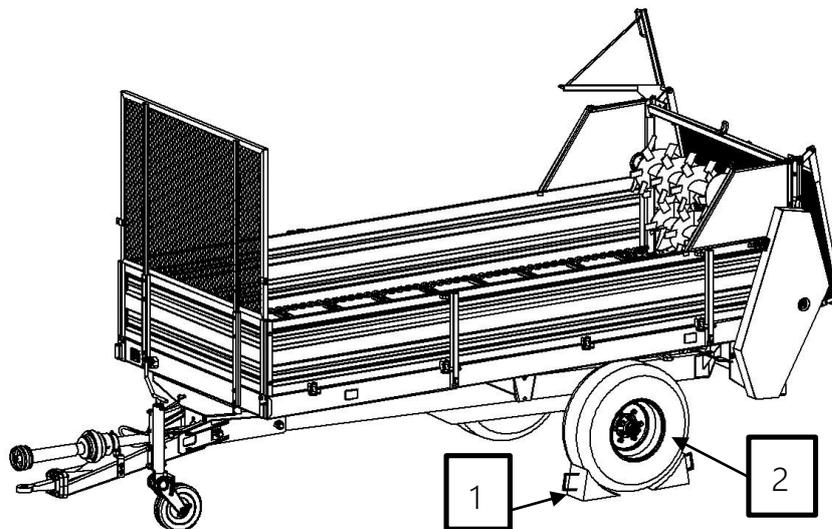

Abbildung 3. Unterlegen der Keile.
- Es ist verboten, die Maschine im beladenen und nicht gesicherten Zustand auf einem geneigten Gelände abzustellen. Die Absicherung beruht auf dem Anziehen der Feststellbremse und dem Unterlegen der Radkeile unter die Räder. Die Radkeile (Pos. 1) müssen nur unter ein Rad (Pos. 2) auf einer der Seite der Maschine gelegt werden (jeweils einen Keil vor und hinter das Rad - Abb. 3).